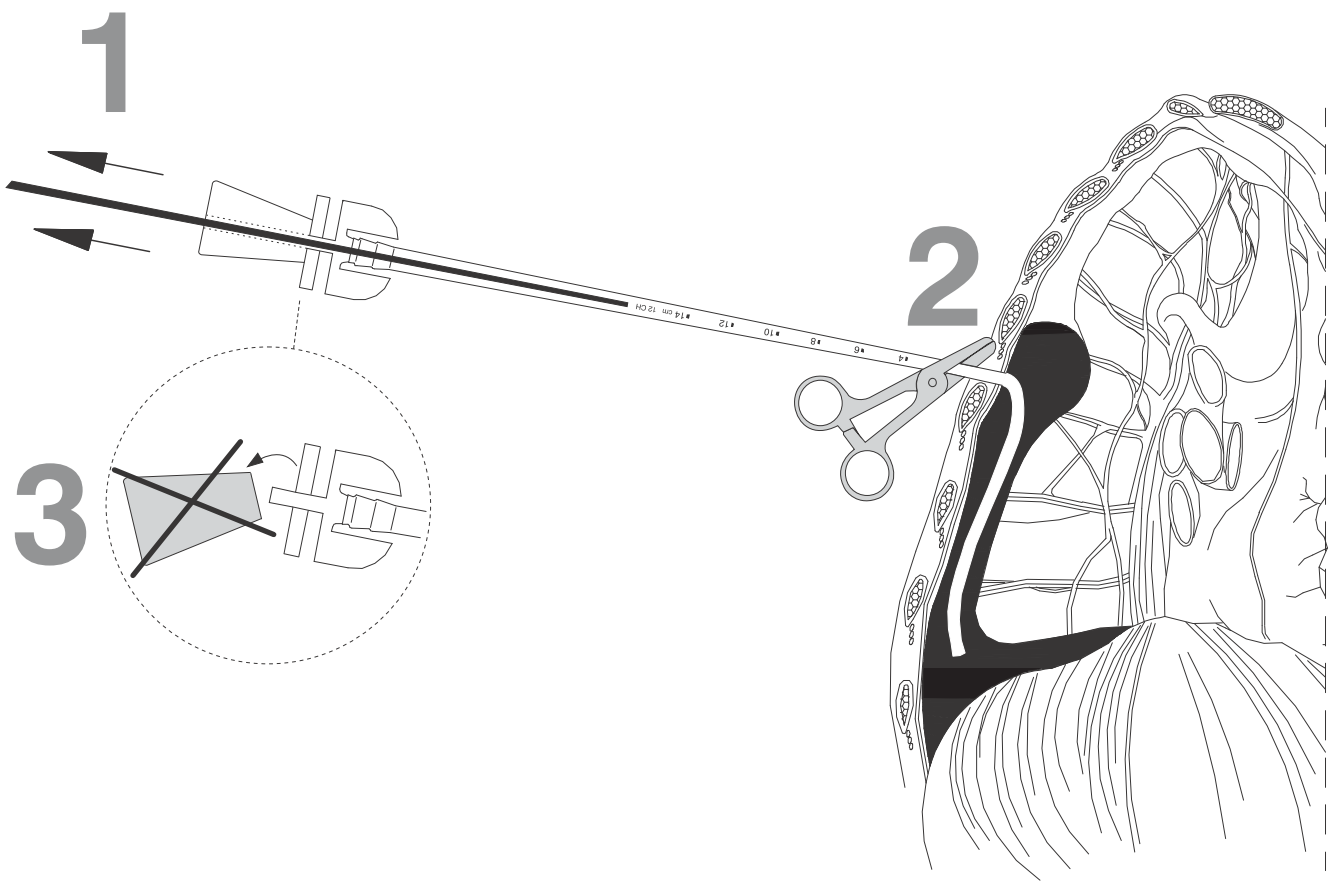

Fig. 6
9. Снимите колпачок (9) на конце катетера и соберите защелкивающийся корпус (рис. 6). Снимите зажим и продолжите стандартные операции по дренированию, описанные в следующих разделах.